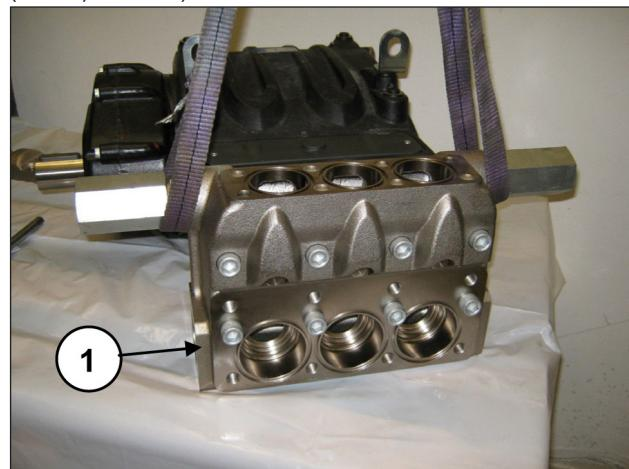
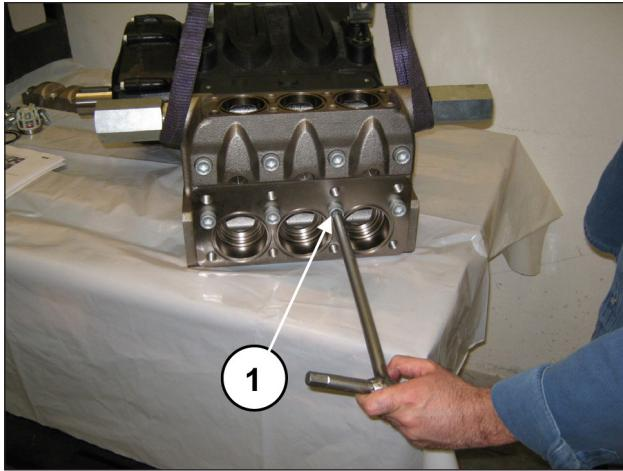

Abb. 164
Abb. 165
Bauen Sie den Kopf auf das Pumpengehäuse an (Pos. ①, Abb. 164) und achten Sie darauf, nicht gegen die Kolben zu stoßen. Ziehen Sie dann die 8 Schrauben M16x150 fest (Pos. ①, Abb. 165).